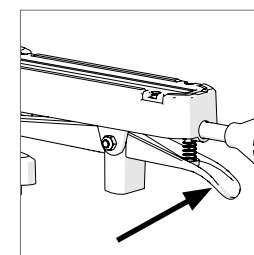

Fig. 31
- Tirez vers le haut le levier de blocage de butée fixe (**Fig. 31**).